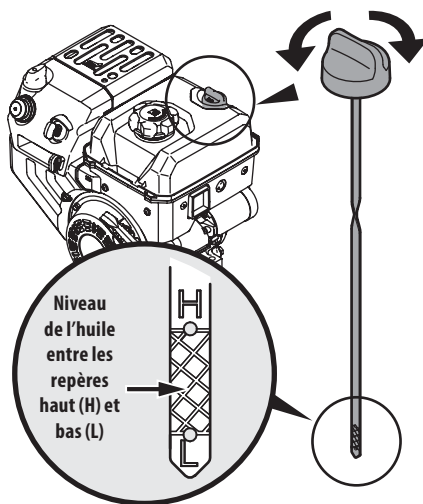
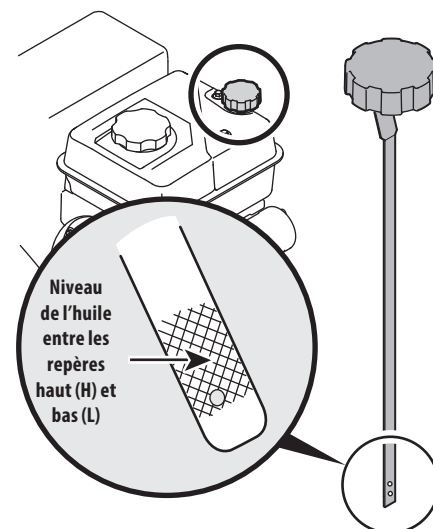

Figure 3-2
Figure 3-3
- Maintenir le niveau d'huile entre les repères haut (« H ») et bas (« L ») de la jauge. Voir Figure 3-2.
- Retirez le bouchon et essuyez la jauge. Voir Figure 3-2.
- Retirez la jauge. S'il n'y a pas assez d'huile, ajoutez lentement de l'huile jusqu'à ce que le niveau soit entre les repères haut (« H ») et bas (« L »). Voir Figure 3-2.
- Maintenir le niveau d'huile entre les repères haut (« H ») et bas (« L ») de la jauge. Voir Figure 3-3.
- Retirez le bouchon et essuyez la jauge. Voir Figure 3-3.
- Retirez la jauge. S'il n'y a pas assez d'huile, ajoutez lentement de l'huile jusqu'à ce que le niveau soit entre les repères haut (« H ») et bas (« L »). Voir Figure 3-3.
4. Dévissez le bouchon et retirez la jauge du tube de remplissage. Vérifiez le niveau d'huile. S'il est sous le repère bas (« L »), ajoutez lentement de l'huile jusqu'à ce que le niveau soit au repère haut (« H »). Voir Figure 3-2 et Figure 3-3, selon le modèle de moteur.